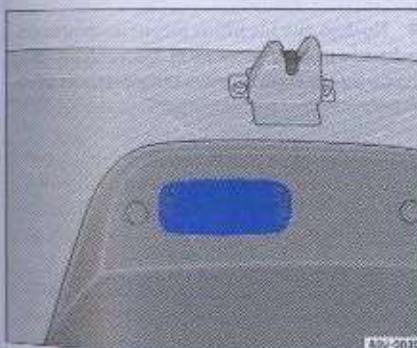

Fig. 59 Rebaje para cierre de la tapa del maletero
La → fig. 59 ilustra el revestimiento interno de la tapa de la versión Gol. El mismo concepto de cierre de la tapa es válido para el Voyage. Antes de cerrar la tapa, verifique si no olvidó la llave adentro del maletero.
- Sujete la tapa por el rebaje en el revestimiento interno → fig. 59 → △ y tirelo hacia abajo.